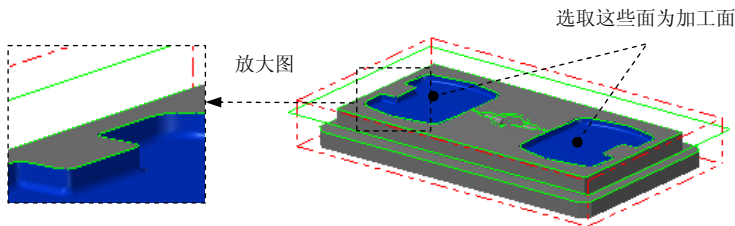

图 20.34 选取加工面
(1) 在图形区中选取图 20.34 所示的 66 个曲面，然后按 **Enter** 键，系统弹出“刀具路